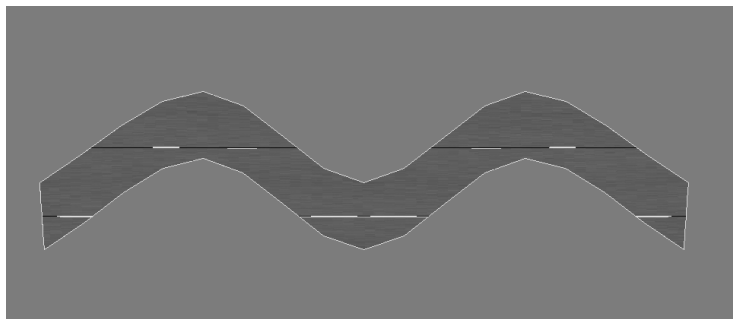

Рисунок 18.22. Текстура дороги должна повторять форму модели дороги
1. Откройте файл сцены road.max, находящийся в папке CHAPTER18/MAXFILES на сопровождающем эту книгу CD-ROM. Здесь имеется модель извилистой дороги с неверно назначенными для нее координатами проецирования, как показано на рис. 18.22.